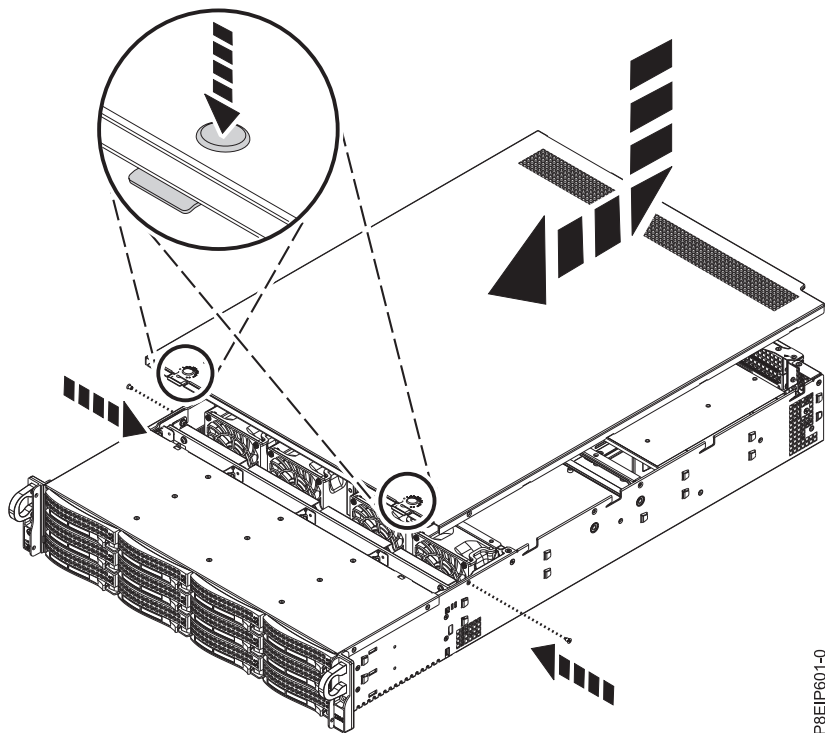

Figure 96. Remise en place et sécurisation du capot
2. Faites glisser le capot vers l'avant jusqu'à ce qu'il s'encastre, comme indiqué dans la figure 96.